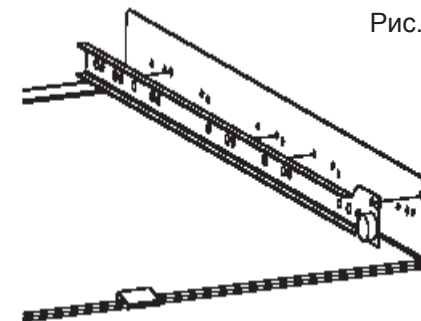

Рис. 5
- Установите 2 скользящие направляющие на нижнюю монтажную панель (рис.5).